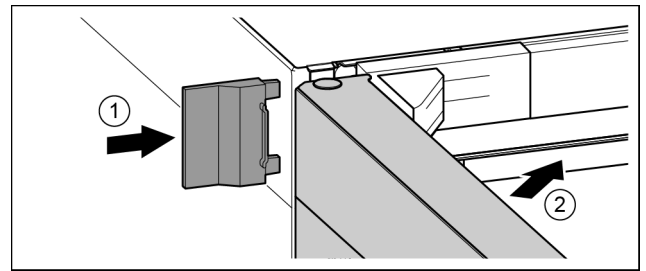

Fig. 42
- ▶ Desplace la cubierta exterior. Fig. 42 (1)
- ▶ Cierre la puerta superior. Fig. 42 (2)